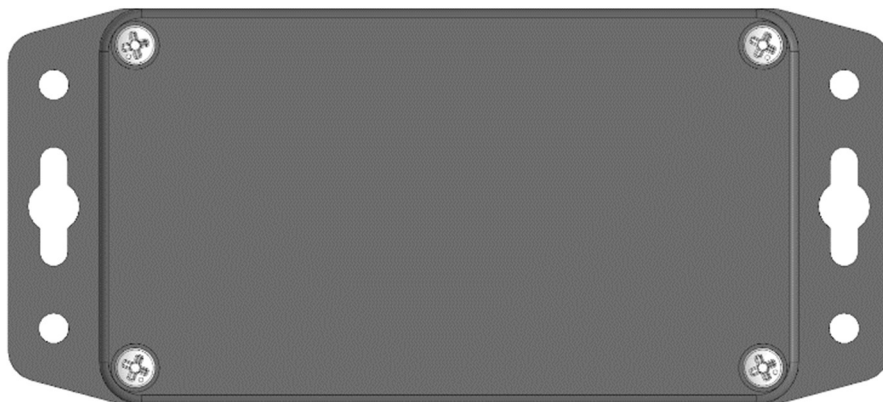

Рисунок 2 – Блок коммутации
- открутить четыре невыпадающих винта на крышке блока коммутации (рисунок 2);